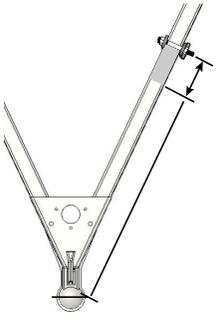

Figure 6
1. Installez les assemblages de barres entre 25 po et 30 po du centre du coupleur. (Figure 6) Cette étendue devrait vous permettre d'éviter la plupart des obstructions sur le timon de la remorque, comme les supports de batterie et des réservoirs à propane.